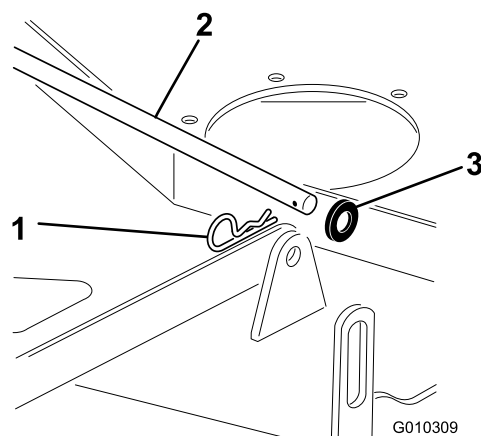

Figure 69
1. Retirez la goupille fendue et la rondelle qui fixent la longue barre de liaison au châssis et au tablier, et enlevez la barre de liaison (Figure 69).
7. Insérez la longue barre de liaison dans la patte de fixation du châssis et le tablier. Fixez la barre de liaison avec les goupilles fendues et les rondelles retirées précédemment (Figure 69).